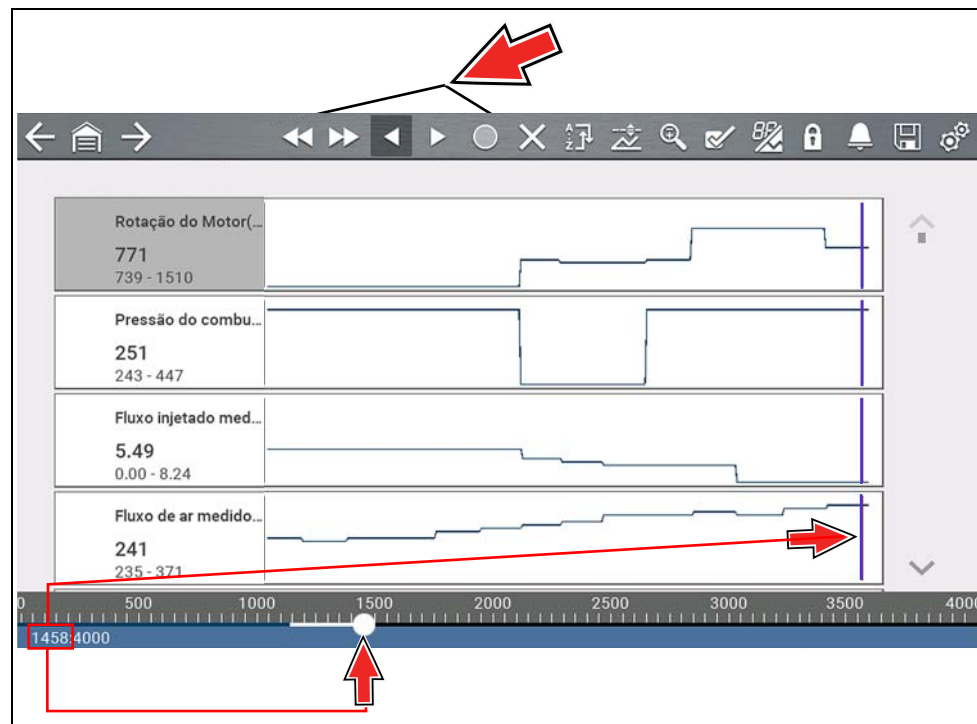

Figura 4-19
- Use os ícones de controle de visualização (Figura 4-19) para se movimentar pelos dados com precisão.
- O azul (cursor vertical) (Figura 4-19) indica sua posição nos dados e é indicado pelo valor da posição atual no mostrador do contador. Esse cursor é exibido em todos os PIDs.